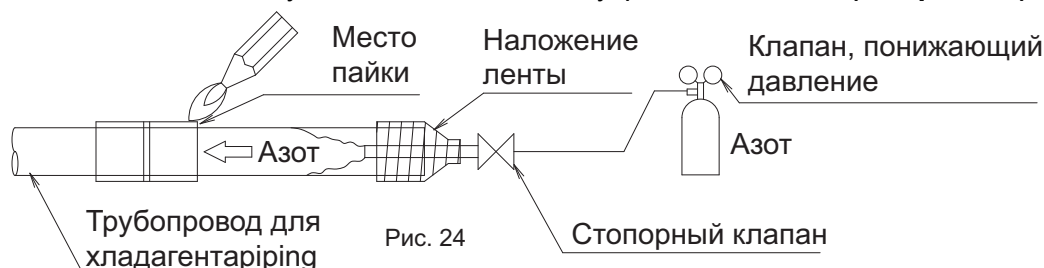

Рис. 24
- Прежде чем запаивать трубопровод хладагента, пропустите азот через трубопровод хладагента и выполните операцию замещения воздуха азотом (ПРИМЕЧАНИЕ 1). (См. рис. 24) Затем выполните запаивание (ПРИМЕЧАНИЕ 2).